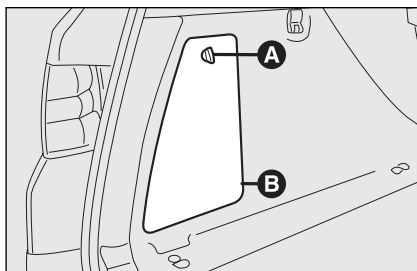

fig. 36
- ☐ gire el mando **A-fig. 36** para abrir la tapa **B**;